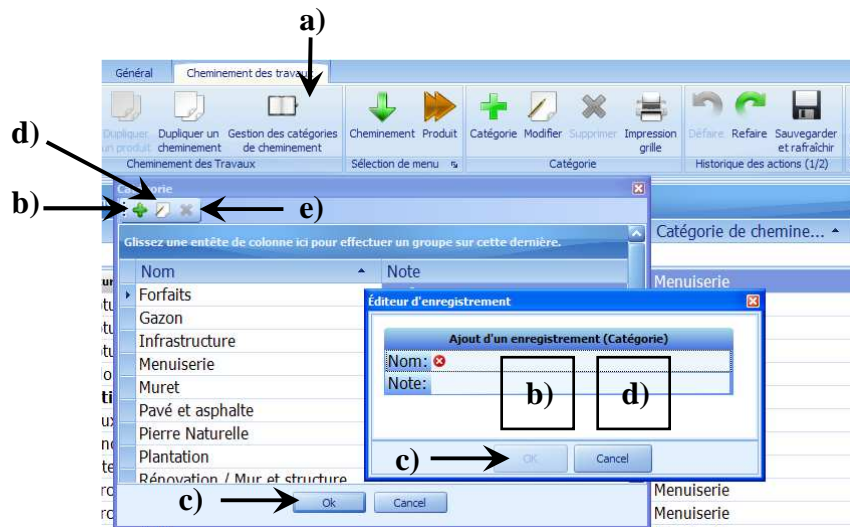

Figure 4.8. : Nouvelle catégorie (cheminement)
4.8.1 Pour ajouter une catégorie de cheminement (Figure 4.8)
4.8.2. Pour modifier une catégorie de cheminement (Figure 4.8)
4.8.3 Pour supprimer une catégorie de cheminement (Figure 4.8)